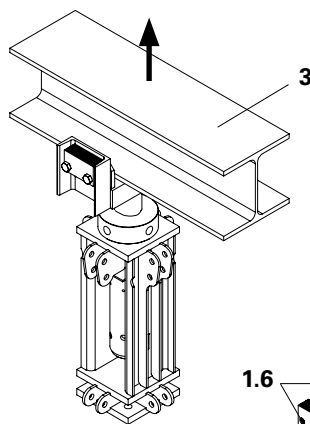

Fig. 30
1. Rimuovere la trave di orditura secondaria (3). (Fig. 30)